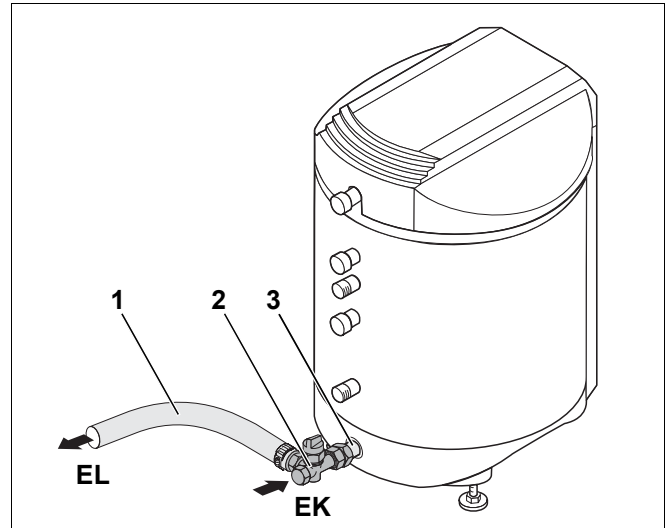

Рис. 7 Установить арматуру для опорожнения
- Установить поставленную арматуру для опорожнения (рис. 7, поз. 2) к мету подключения EK/EL (рис. 7, поз. 3).
- Привинтить насадку шланга с помощью перекидной гайки к арматуре для опорожнения. Полсоединить сливной шланг (рис. 7, поз. 1).